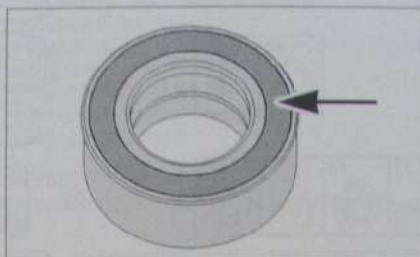

Fig. 40
- Positionner le roulement neuf sur le pivot, face avec roue magnétique intégrée (Fig.40) du roulement côté transmission.